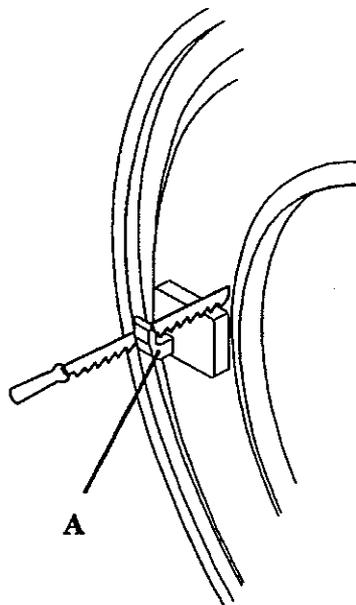

fig. 20
**L models (fig. 20).** Saw the lock part (A), located at front of machine. (As this part is made in thermo-plastic material, it can be easily sawed).
**Modelos L (fig. 20).** Serrar la pieza de cierre (A), montada en el frontal de la máquina. (Al ser una pieza de material termoplástico, se sierra con facilidad).
**Modèles L (fig. 20).** Scier la pièce de fermeture (A), montée au frontal de la machine. (Cette pièce est en matériel thermo-plastique, donc il est facile à scier).